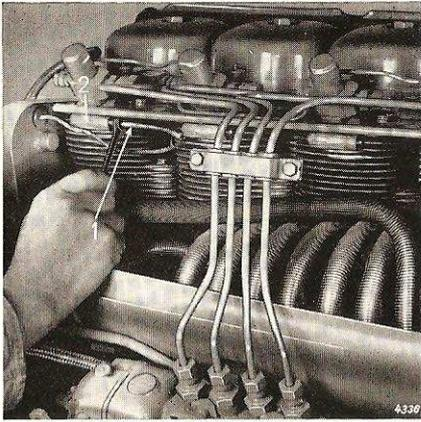

Fig. 34
**Toutes les 600 heures de service** (toutes les 5 vidanges d'huile), on doit dévisser le détecteur de température 1 (fig. 34) de la culasse 2 et le plonger dans de l'huile chaude, à 170—175° C. Le voyant rouge stop doit alors apparaître à la fenêtre 6 du thermomètre à distance 7 (fig. 12, page 8).